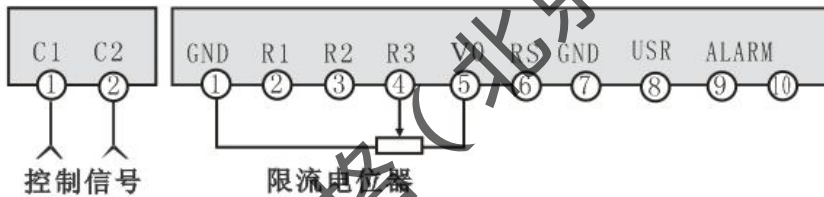

图 7: 限流功能接线图
6.1.1 通过“C”选件实现电流限制功能，参照图 7，调试步骤如下：